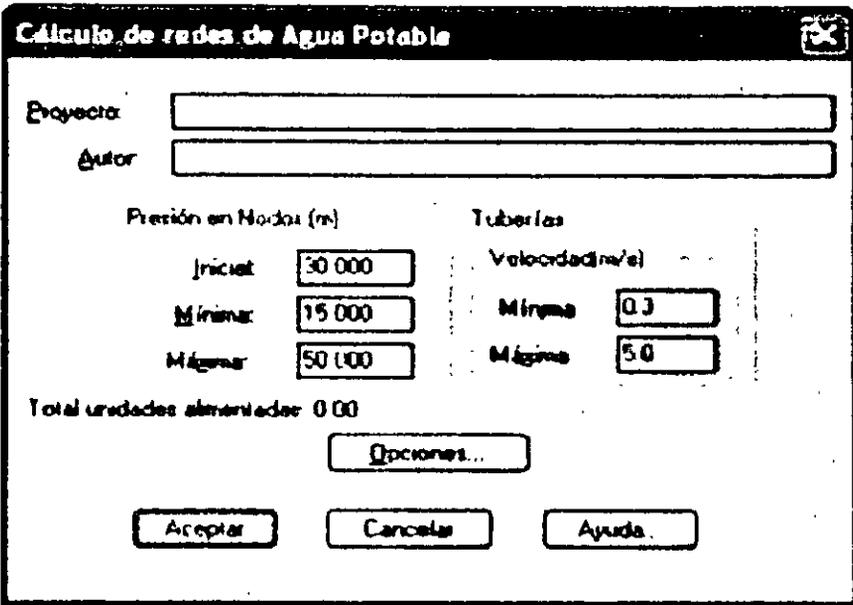
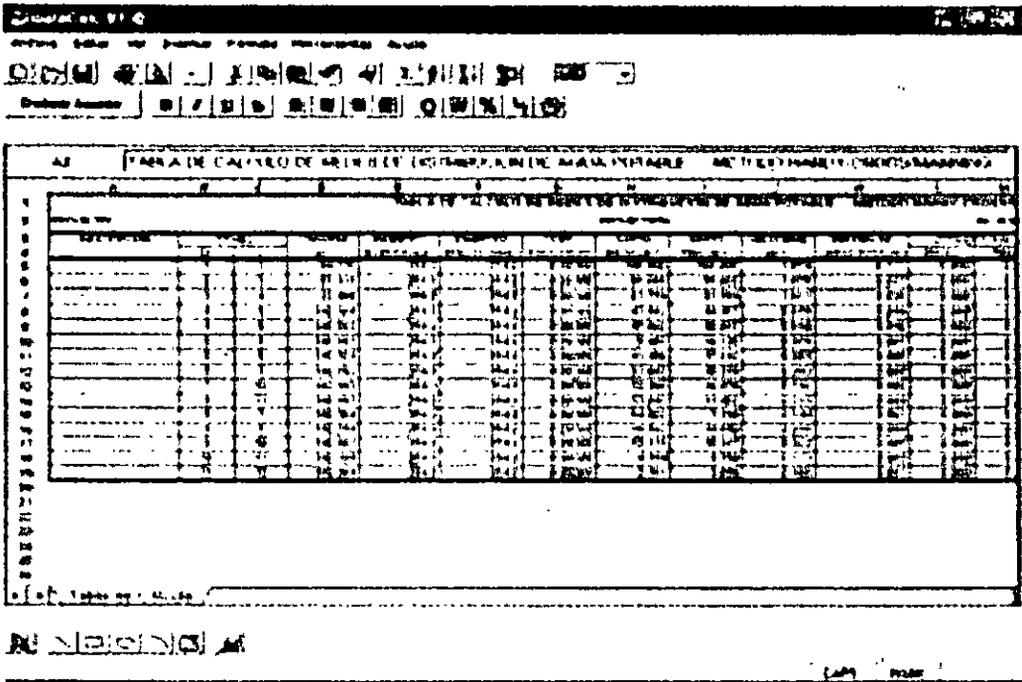

Fig. 39: Caja de diálogo para calcular redes hidráulicas
Fig. 40: Hoja de cálculo mostrando resultados finales
6. Active la rutina para calcular circuitos (CivilCAD→ Módulos → Redes de agua potable→ Circuitos→ Calcular). Acepte los parámetros iniciales propuestos de presión y velocidad mínima y máxima. (Fig. 39). Deberá aparecer luego la hoja de cálculo DataCalc con los resultados finales(fig. 40). Puede utilizar las guías para desplazamiento vertical y horizontal para observar los resultados. Los números que aparecen con letra roja son los que no cumplen con los parámetros de presión o velocidad mínima y máxima indicados en la caja de diálogo inicial. En un caso real puede modificar diámetro y material de tuberías, presión inicial o la elevación en nodos con las rutinas correspondientes para que los valores de presión y velocidad se encuentren dentro del intervalo indicado.